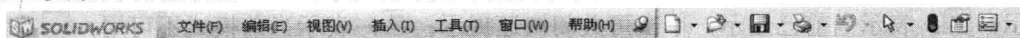
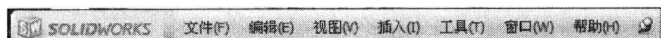

图 1-11 默认菜单栏
图 1-12 菜单栏
1. 菜单栏：显示在标题栏的下方，默认情况下菜单栏是隐藏的，它的视图是只显示工具栏按钮，如图 1-11 所示。要显示菜单栏需要将鼠标移动到 SolidWorks 徽标或单击它，如图 1-12 所示，若要始终保持菜单栏可见，需要将“图钉”图标